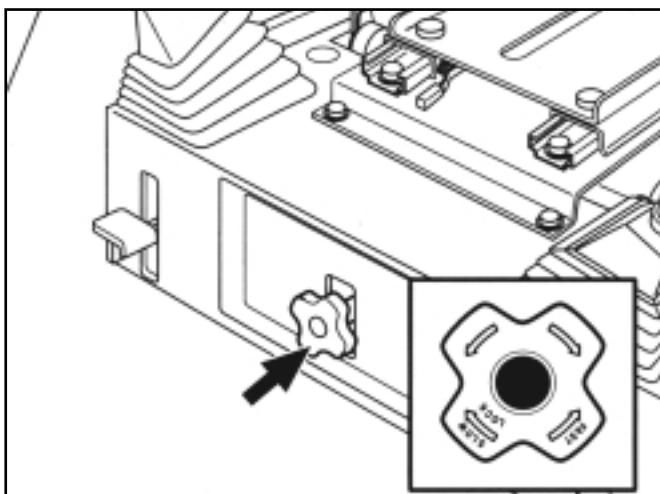

FIG. 66 / ABB. 66 / FIG. 66
La vitesse de la descente peut être réglée avec le papillon (Fig. 66).
En cas de dysfonctionnement, tournez le papillon de contrôle (5) (Fig. 66) dans le sens des aiguilles d'une montre pour diminuer la vitesse. La sensibilité diminuera également en baissant le point d'attache de la tige supérieure.
Die Absenkgeschwindigkeit kann über das Regelventil-Handrad (Abb. 66) reguliert werden.
Bei ungleichmäßiger Tiefe das Regelventil-Handrad (5) gemäß Abb. 66 im Uhrzeigersinn in Richtung SLOW drehen. Wird die Anlenkstange in die untere Bohrung der Halterung eingesetzt, wird die Zugempfindlichkeit ebenso herabgesetzt.
Om het werk te beëindigen en met de tractor over de weg te rijden - Breng de hendel voor de positieregeling (1) volledig naar achteren. U kunt de daalsnelheid van het werktuig instellen met behulp van de regelknop voor de daalsnelheid (Fig.66).
Als er zich een verkeerde werking voordoet, draait u het best de regelknop voor de daalsnelheid (5) in Fig.66 in de richting van de wijzers van de klok om de werking te vertragen. De trekkrachtgevoeligheid neemt ook af wanneer u het bevestigingspunt van de bovenste verbinding naar beneden brengt.